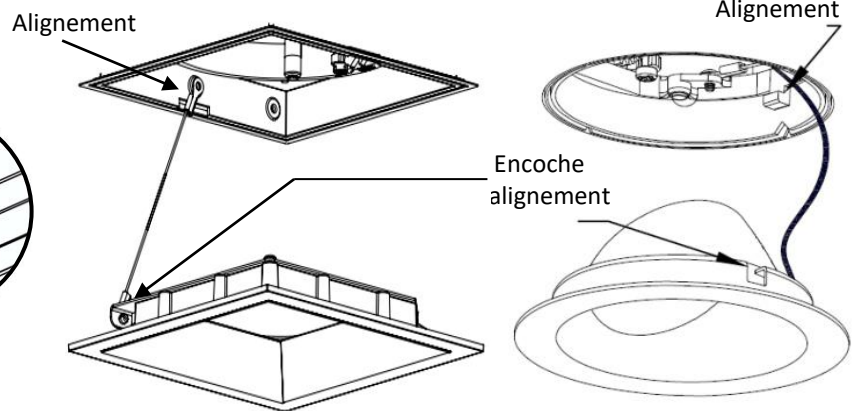

Fig.6
3. Pour (C4_A) Assurez que la section de garniture est entièrement engagée avec l'engin lumineux, repose au niveau du plafond et n'interfère pas avec l'ensemble d'attache ou le bord intérieur ou le réflecteur. (Fig.6)